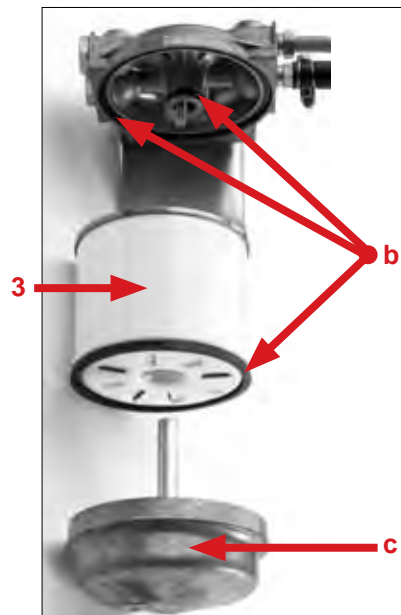

Fig. 76
3. Dévisser le filtre à carburant principal pos. 3 (Fig. 76).
4. Nettoyer les surfaces d'étanchéité du porte-filtre et du couvercle du filtre pos. c (Fig. 76).
5. Renouveler les joints pos. b (Fig. 76). Enduire les joints neufs avec du carburant diesel et veiller à ce qu'ils soient correctement placés.